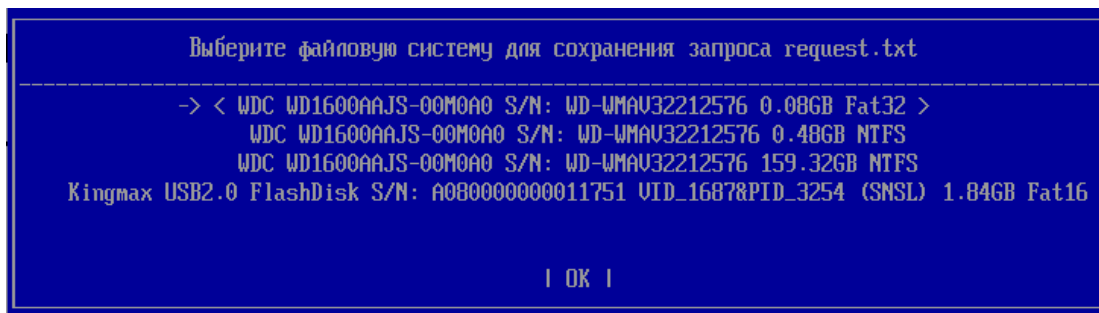

Рисунок 5.10 – Выбор устройства хранения данных для сохранения запроса активации
5.8 В появившемся диалоговом окне (рисунок 5.10) следует выбрать устройство хранения данных для сохранения файла запроса **request.txt**.